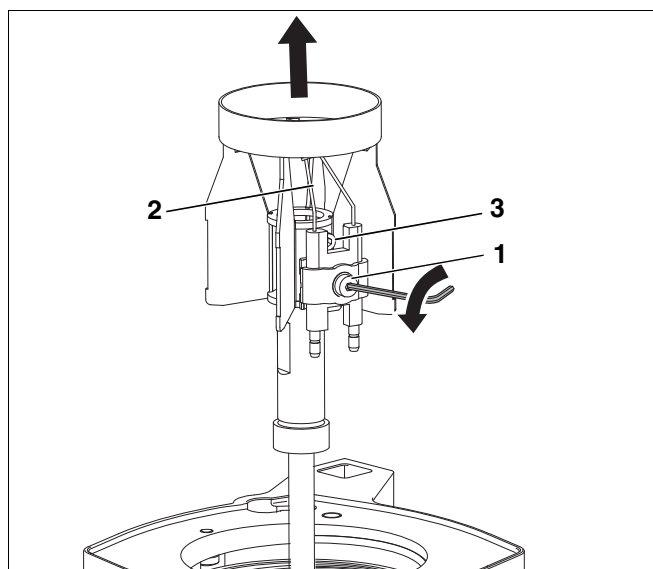
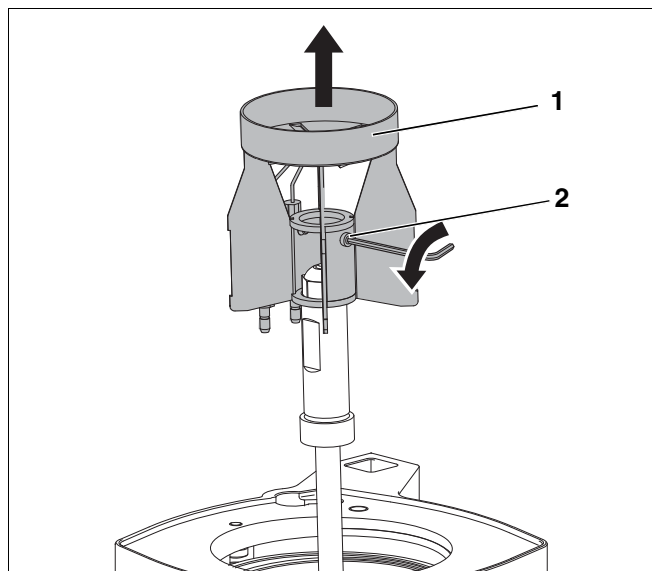
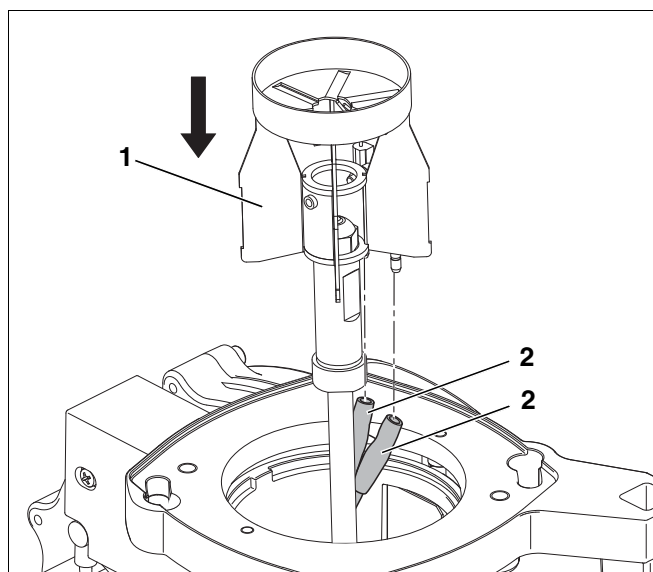

Рис. 26 Замена запальных электродов
Рис. 27 Демонтаж распределительного диска
Рис. 29 Монтаж распределительного диска
На запальных электродах (рис. 26, поз. 2) не должно быть отложений.
- Отвернуть винт (рис. 26, поз. 1) между запальными электродами.
- Отсоединить провода (рис. 29, поз. 2, стр. 31) от запальных электродов.
- Демонтировать запальные электроды (рис. 26, поз. 2).
- Ослабить установочный винт (рис. 27, **поз. 2**) и демонтировать распределительный диск (рис. 27, **поз. 1**).
- Вынуть вверх распределительный диск (рис. 27, **поз. 1**).
- Установить распределительный диск (рис. 29, поз. 1) и закрепить установочными винтами (рис. 27, поз. 2, стр. 30 и рис. 26, поз. 3, стр. 29).
- Подсоединить провода к запальным электродам (рис. 29, поз. 2).